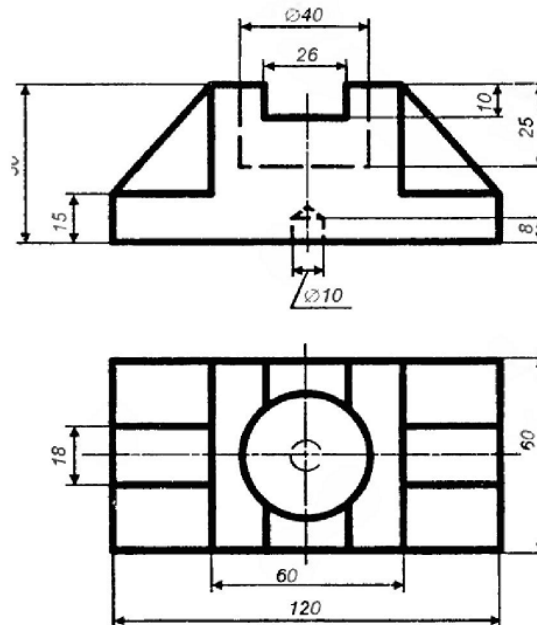

Рис. 4.43. Ескіз до прикладу 4.1
**Приклад 4.1.** Намалювати ескіз [4] згідно рис. 4.43 з застосуванням прив'язок та "механічних" команд. Ескіз зберегти. Розміри наведено для довідок, проставляти не потрібно.